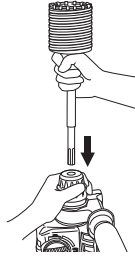

Fig. 19
- (2) Montar la espiga de la barrena tubular en el martillo perforador. (Fig. 19)